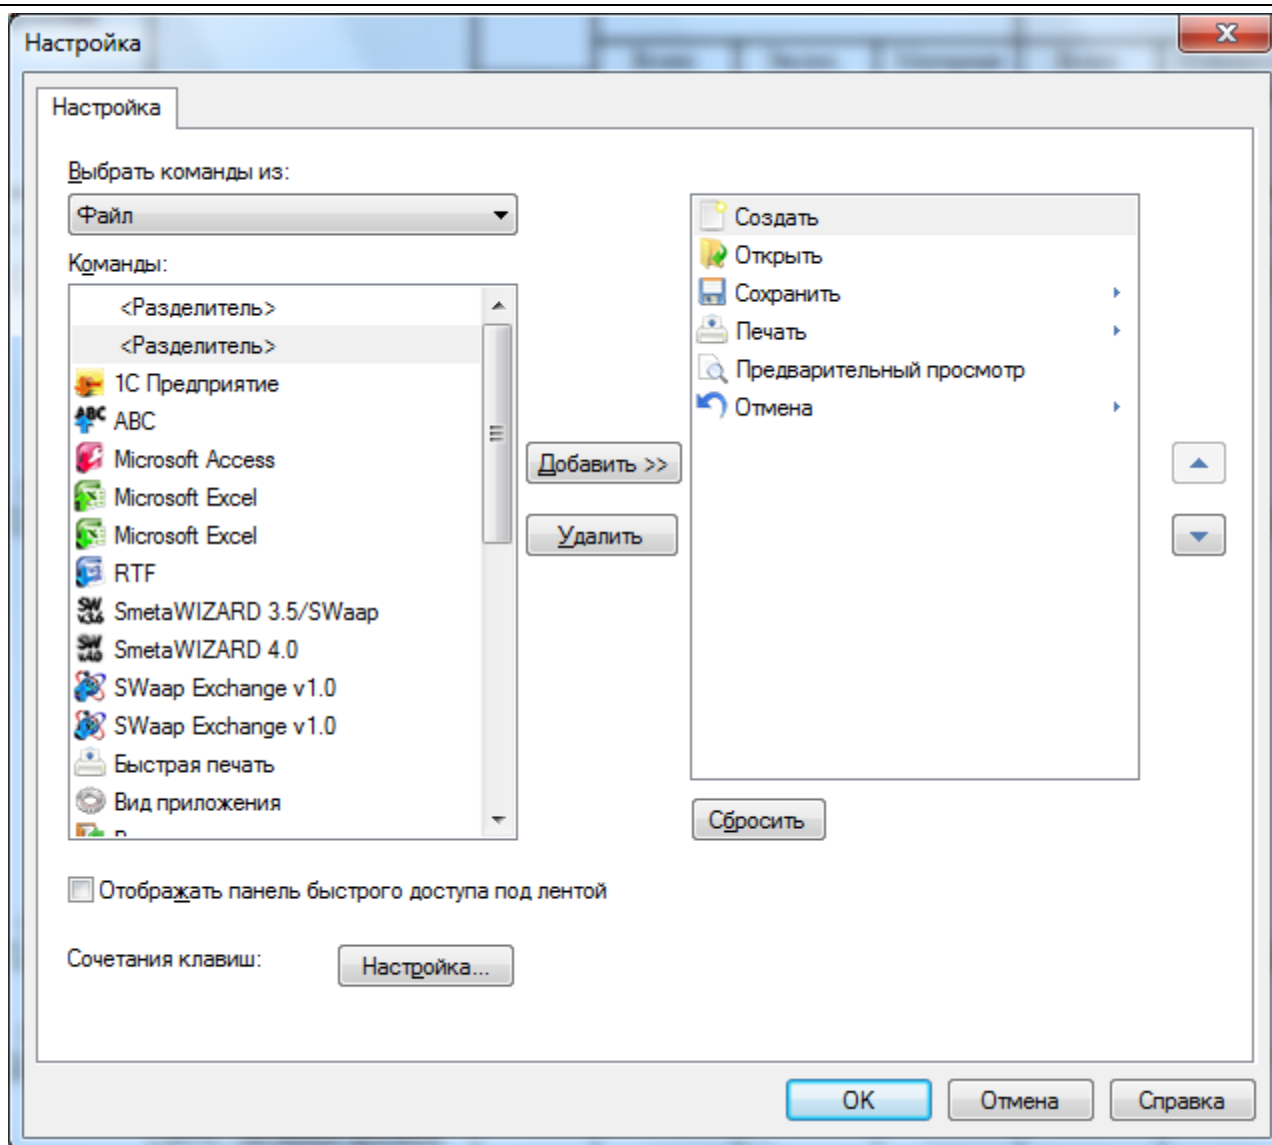

Рис. 6.10 Диалоговое окно Настройка
Откроется диалоговое окно *Настройка* (рис. 6.10), в котором производится настройка панели быстрого доступа.
1. В диалоговом окне *Настройка* (см. рис. 6.10) нажать на кнопку *Настройка*;